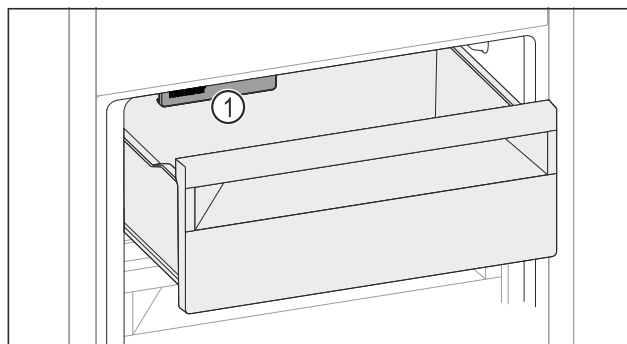

Fig. 111
- ▶ Dávejte pozor na IceMaker Fig. 111 (1).